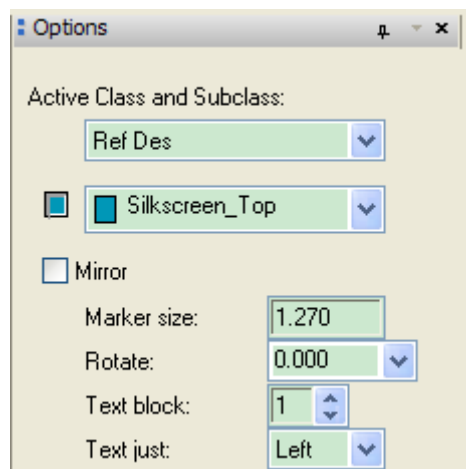

图 2.22 添加元件位号
- 添加元件位号，元件位号是元件在原理图的编号，在 PCB 的丝印上，供焊接人员参考。点击左边工具栏  图标，或者选择菜单 Add->Text，或者直接用菜单 Layout->Labels->RefDes。Options 窗口如图 2.22 所示。可以在 Text block 选择其它的字体大小，一般默认就行。在元件旁边单击鼠标左键，然后在命令状态栏中输入：ref(大小写无所谓)回车，右键选择 Done。